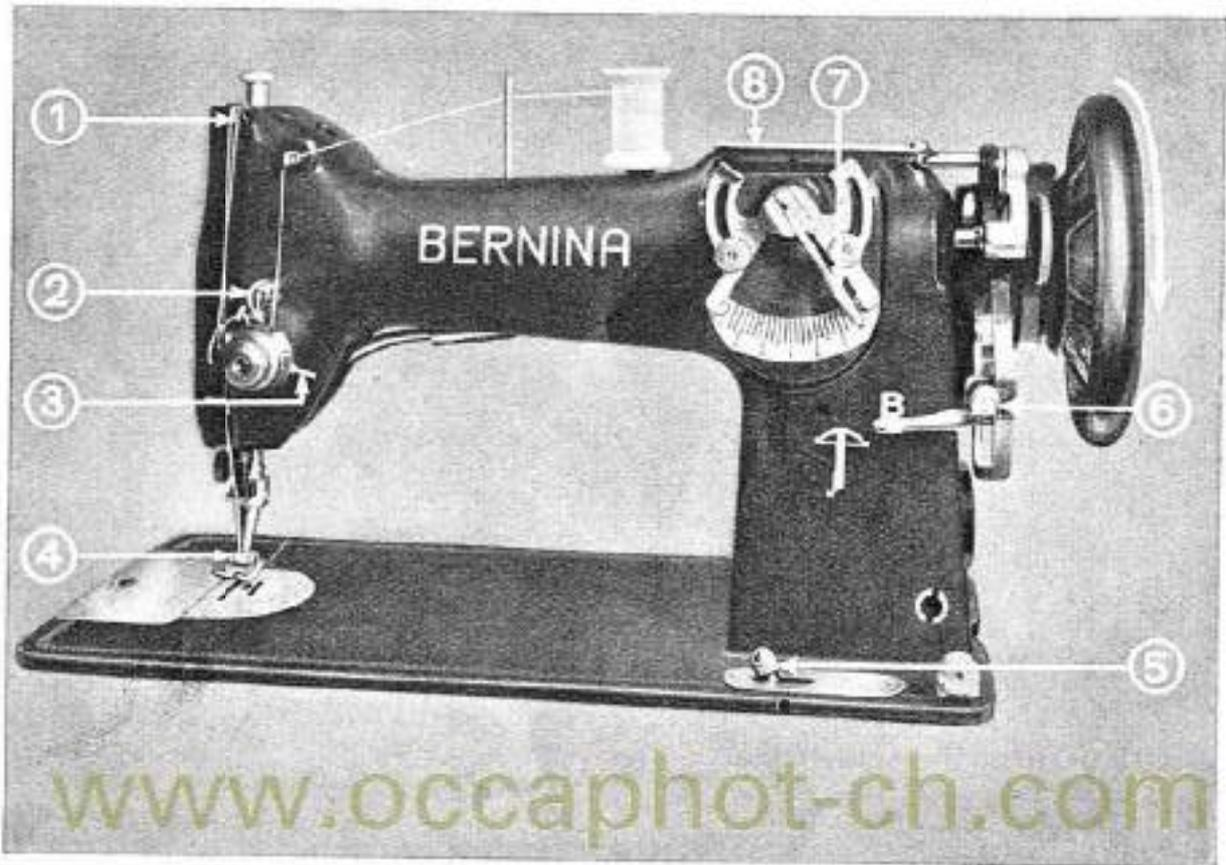

Abb. 10
Der Nadelfaden (Oberfaden) wird **lose** in der linken Hand gehalten, während mit der rechten Hand das Handrad um eine Umdrehung gedreht wird, bis der Fadengeber E (Abb. 7, Seite 11) wieder auf höchster Stelle steht! Drehrichtung gegen sich (Abb. 10, Seite 14). Der Nadelfaden wird nun **leicht** angezogen, worauf der Unterfaden hochkommt. (Siehe untenstehende Abbildung.) Ober- und Unterfaden werden nun leicht gespannt nach rückwärts unter den Nähfuß gelegt.
Das Vor- und Rückwärtsnähen und das Einstellen verschiedener Stichlängen. Das Vor- und Rückwärtsnähen hat den Zweck, gewisse Partien bequem verstärken und verstäten zu können. Je nach der Stellung des Hebels B (Abb. 10, Seite 14, Ziffer 6) näht die Maschine vor- oder rückwärts und macht zudem lange oder kurze Stiche. Drückt man den Hebel B unter 0 nach **unten**, so näht die Maschine **vorwärts**, — drückt man denselben nach **oben** über 0, so näht die Maschine **rückwärts**. Je mehr der Hebel vom Punkte 0 aus nach unten oder oben gestellt wird, je **länger** wird der Vor-, resp. Rückwärtsstich.
Damit der Vor- und Rückwärtsstich beim Verstäten gleich lang wird, ist eine Anschlagsschraube A (siehe Abbildung 10, Seite 14) vorgesehen, durch welche die Auf- und Ab-Bewegung des Hebels B durch Rechtsdrehen begrenzt wird. Dreht man die Schraube A nach links, so wird die Verschiebbarkeit des Hebels B vergrößert.
1. Man bediene sich des Vor- und Rückwärtsstichstellers (Abb. 10, Ziffer 6, Seite 14, Hebel B).
2. Durch Umstellen des Hebels (Abb. 10, Ziffer 5, Seite 14) **nach rechts** auf Sticken! Man macht so 3—5 Stiche ohne dass der Stoff transportiert wird und stelle dann sofort diesen Hebel **während des Tretens** wieder nach links, also auf Nähen zurück.